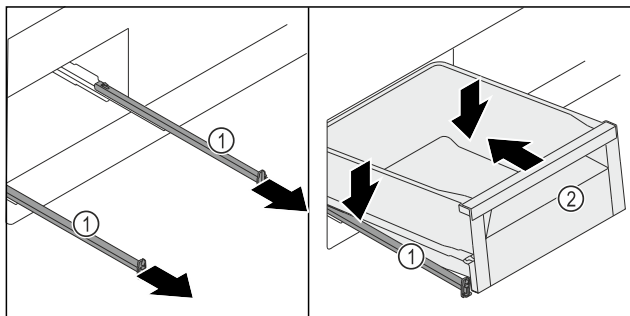

Fig. 129
- Wyciągnąć szyny Fig. 129 (1).
- Przytrzymać szyny Fig. 129 (1), a szufladę Fig. 129 (2) umieścić po skosie i od góry na szynach Fig. 129 (1).
- Szufladę Fig. 129 (2) przesunąć na szynach Fig. 129 (1) w tył aż do oporu.